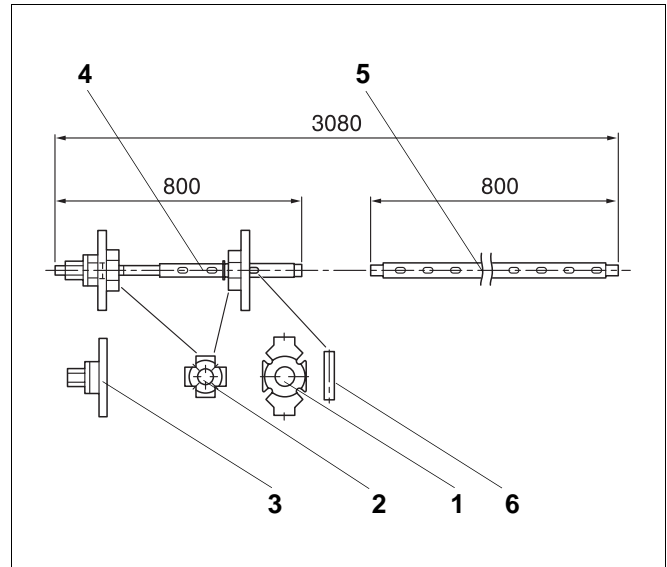

Fig. 4 Outils de serrage taille 2.3
- Outillage de serrage complet (fig. 4) avec la livraison en éléments séparés (tige de serrage)